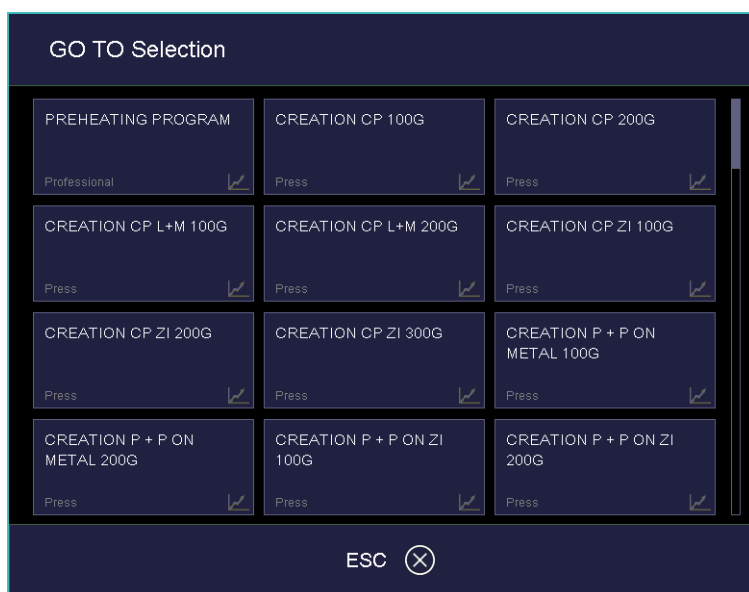

Fig. 5-8 Finestra "GO TO Selection" (esempio)
- [GO TO] Apre la finestra "GO TO Selection". Vedi Fig. 5-8. Qui è possibile selezionare un altro programma all'interno del set.
• [GO TO]	Apri la finestra "GO TO Selection". Vedi Fig. 5-8. Qui è possibile selezionare un altro programma all'interno del set.